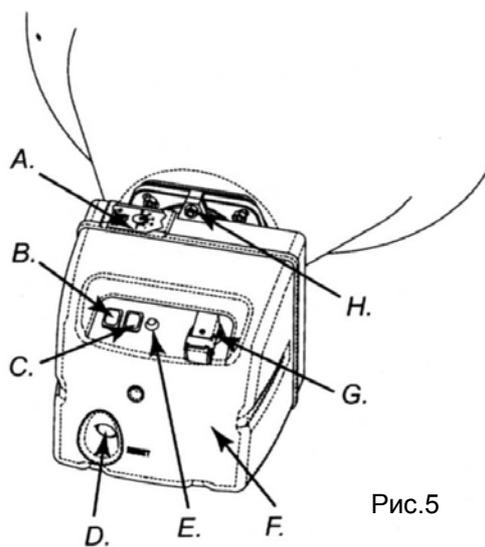
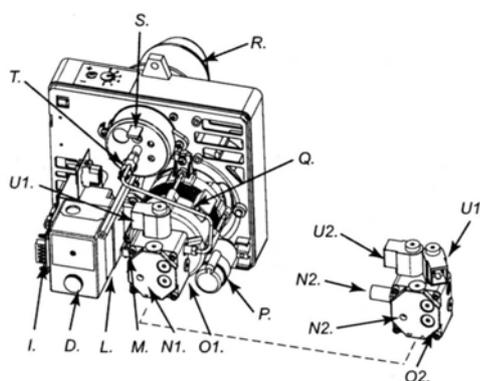

Рис.5
Рис.6
Установите выключатель (В рис.5) в положение ON(I). Начнется предвентиляция, которая продлится приблизительно 10 секунд, затем начнется горение.
Внимание: перед включением обогревателя, убедитесь, что выключатель (С рис.5) в положении (OFF)
Установите выключатель (В рис.5) в положение ON(I). Начнется предвентиляция, которая продлится приблизительно 10 секунд, затем начнется горение. Для достижения максимальной мощности установите выключатель (с рис.5) в положение (ON)
Перед стартом устройства или после того, как топливопровод полностью опустеет, подача топлива к форсунке будет недостаточной и сработает предохранитель, который контролирует пламя (см. раздел «Предохранительный механизм (предохранитель)), при этом генератор перестанет работать. В этом случае подождите приблизительно 1 минуту, нажмите кнопку Reset (D рис.5 и 6) и запустите генератор.
- 2) Нажмите кнопку Reset (D рис.5 и 6)
Поверните выключатель (В рис.5) на позицию OFF (O) или выключите термостат или устройство контроля (Таймер), если они подключены.
Генератор оснащен предохранительным устройством (L рис.6), которое контролирует пламя. Если во время работы генератора появятся одна или больше неисправности (отклонения), механизм заблокирует горелку и загорится кнопка Reset (D рис.5 или 6).
- Отделите кессон горелки (F рис.5), чтобы получить доступ к насосу горелки (O1, O2 рис.6)
- Выкрутите винт (H рис.5), который крепит горелку (А рис.3) к камере сгорания;